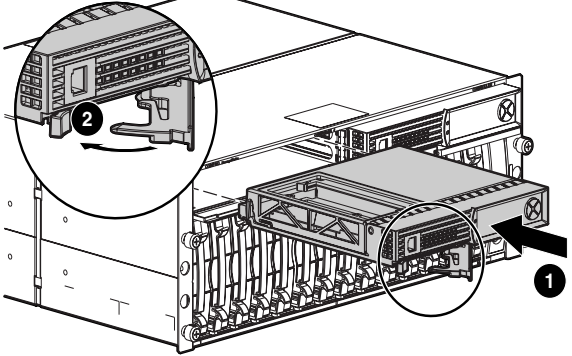

Figure 10 : Installation du contrôleur
1. Insérez le contrôleur de remplacement dans le châssis ❶. Reportez-vous à la Figure 10.